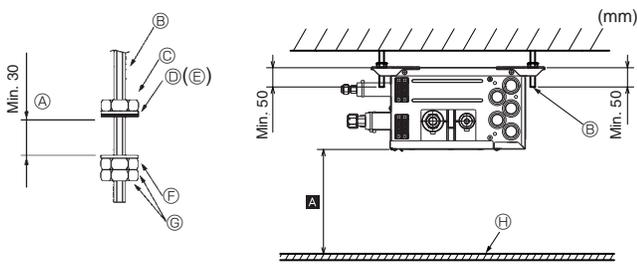

Fig. 6-1
- (2) Befestigen Sie Unterlegscheiben (①, ②) und Muttern (vor Ort zu erwerben) an den Aufhängebolzen. (Fig. 6-1)
- (3) Hängen Sie das Gerät an die Aufhängebolzen.
- (4) Ziehen Sie die Muttern vollständig fest (Prüfen Sie den Abstand zur Decke).
- (5) Benutzen Sie eine Wasserwaage, um den Verteilerkasten waagrecht auszurichten.